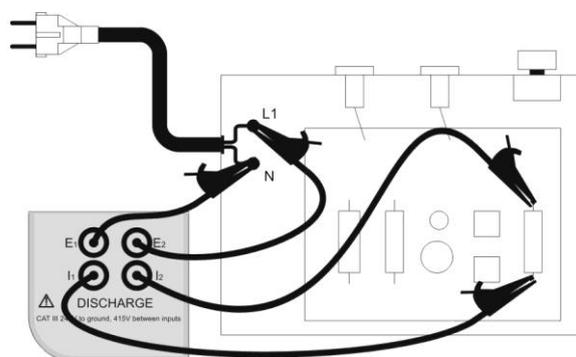

Fig. 7: Ligação dos terminais do instrumento no teste DISCHARGE - medição nos circuitos internos
4. Quando se pretende efetuar a medição em circuitos internos do dispositivo em teste, inserir também dois cabos de medida nas entradas I1 e I2 do instrumento e aplicar os crocodilos. Ligar estes terminais às extremidades do circuito interno em exame (ver Fig. 7).